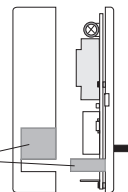

Fig. 5.i
Quitar de la base la parte extraíble para hacer pasar los conductores como indica la fig. 5.i.
- Fijar y tornillos la base en la caja empotrada (o en la pared) utilizando los pares de orificios **(A-A, B-B, -C-C)** (fig. 5.i).